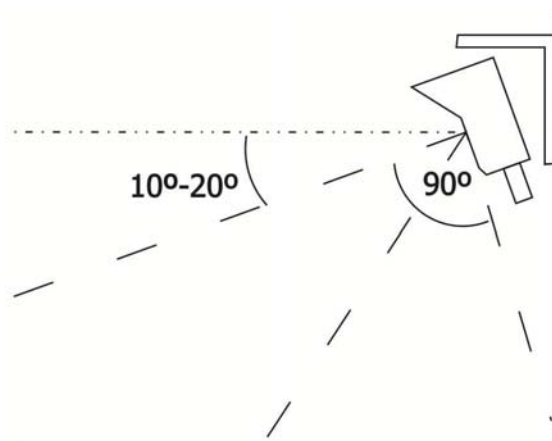

Рисунок 3 Установка извещателя
7.4 Извещатель, по возможности, должен быть направлен на предполагаемое место возгорания под углом не менее 10...20° к горизонту (см. рисунок 3). Это препятствует загрязнению оптики. Необходимо, чтобы в поле зрения извещателя попадала только охраняемая зона. Это позволит уменьшить влияние возможных помех и, как следствие, ложные срабатывания. Установку углов производить при отпущенных (с помощью регулировочного ключа из комплекта поставки) регулировочных винтах.
7.6 Произвести подключение проводов на клеммы платы в соответствии с выбранной схемой (рисунок 3 приложения А). Ограничительный Rogr. и оконечные резисторы Rg выбираются в соответствии с документацией на ППК.